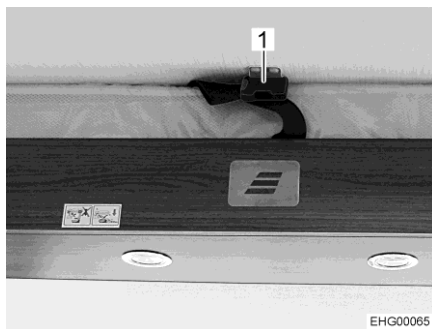

Fig. 91 Cintura di ritegno
- Staccare la cintura di ritegno (Fig. 91,1).
- Chiudere la cintura di ritegno (Fig. 91,1).